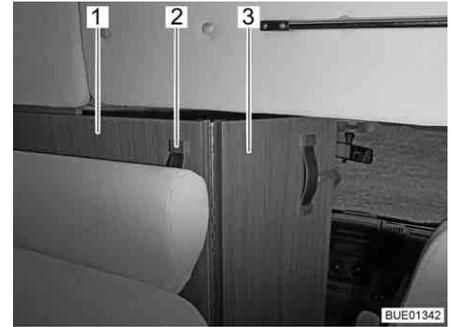

Fig. 56 Separação da cabina do condutor
- Agarre na separação da cabina do condutor (Fig. 56,1) pela pega (Fig. 56,2) e puxe-a para dentro até o canto da separação da cabina do condutor estar mais ou menos à altura do encosto do banco (Fig. 56).
- Desdobre a parte articulada da separação da cabina do condutor (Fig. 56,3) entre os bancos da cabina do condutor.